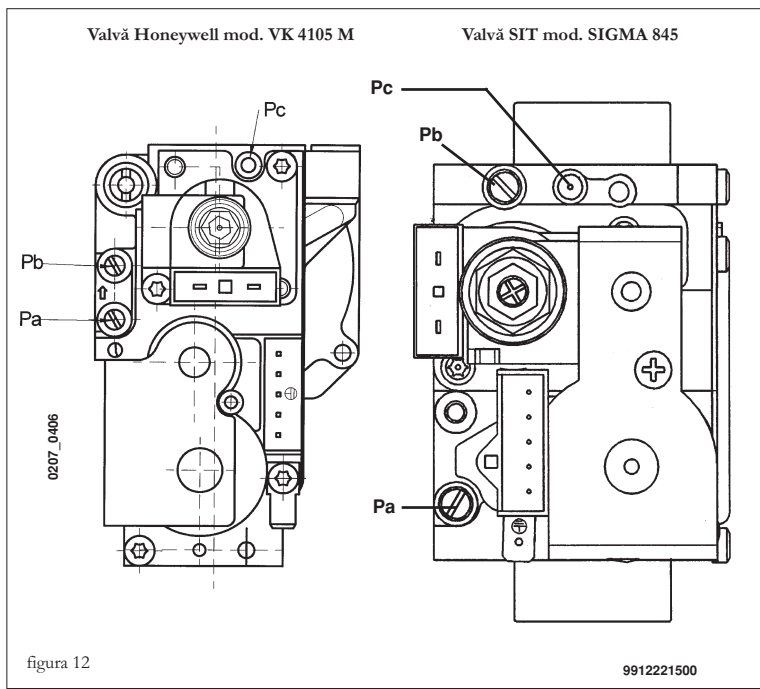

figura 12
Modalitățile de calibrare a regulatorului de presiune sunt ușor diferite, în funcție de tipul de valvă de gaz utilizat (HONEYWELL sau SIT vezi figura 12).
- conectați priza de presiune pozitivă a unui manometru diferențial, dacă este posibil cu apă, la priza de presiune (Pb) a valvei de gaz (figura 12). Conectați, numai în cazul modelelor cu cameră etanșă, priza negativă a aceluiași manometru la un racord "T" adecvat care să permită conectarea împreună a prizei de compensație a centralei, prizei de compensație a valvei de gaz (Pc) și a manometrului.
- verificați ca presiunea dinamică de alimentare a centralei, măsurată la priza de presiune (Pa) a valvei de gaz (figura 12) să fie cea corectă (30 mbar pentru butan, 37 mbar pentru propan sau 20 mbar pentru gaz natural).